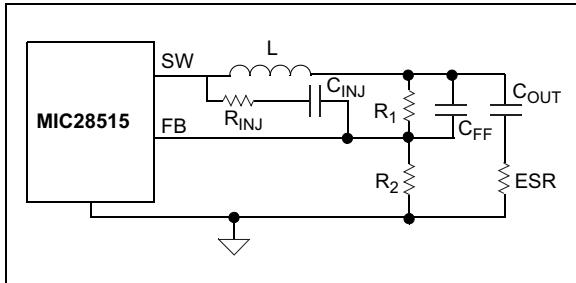

图5-4: FB处的纹波不可见
3. 输出电容的ESR极小，FB引脚电压几乎没有纹波。在这种情况下，输出电压纹波小于20 mV。因此，可以从开关节点 SW 经由电阻 R_{INJ} 和电容 C_{INJ} 向FB引脚注入额外的纹波，如图5-4所示。